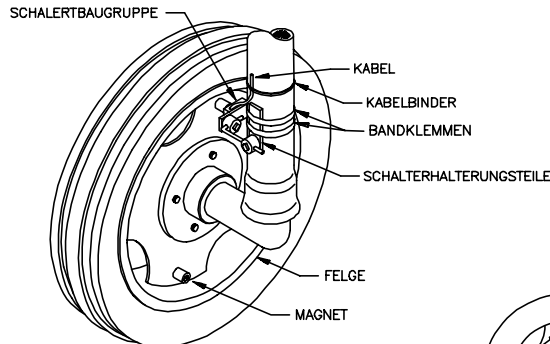

ABBILDUNG 7A
- 4) Montieren Sie die Schaltbaugruppe mit den gelieferten Kleinteilen an der Säule. (Siehe Abbildung 7A). Die Schaltbaugruppe muß sich nicht mit dem Rad drehen.